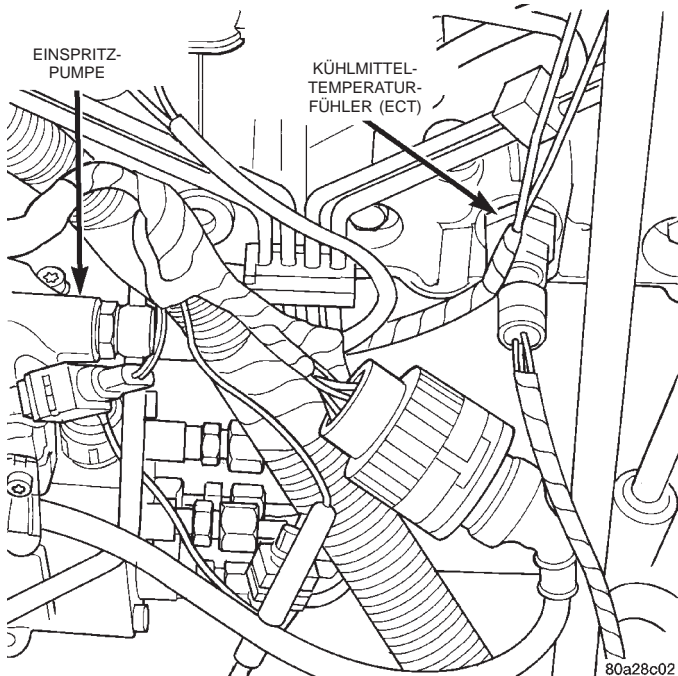

Abb. 34 Kühlmittel-Temperaturfühler (ECT)
(6) Den Steckverbinder vom Kühlmittel-Temperaturfühler (ECT) abziehen (Abb. 34).